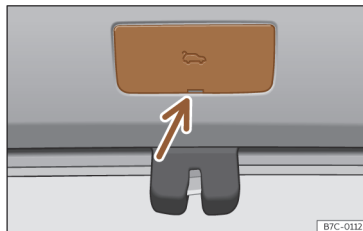

Fig. 57 Détail du coffre à bagages : accès au déverrouillage d'urgence.
- Retirez le cache en faisant levier avec le panneton de la clé >>> **fig. 57**.